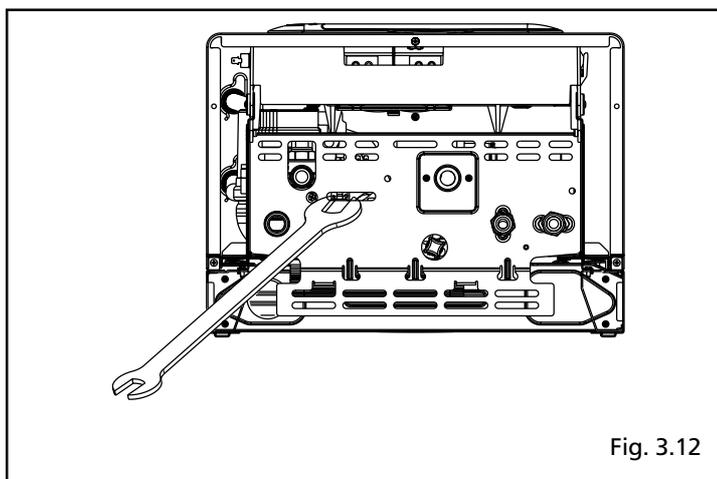

Fig. 3.12
- allentare la valvola di scarico caldaia (**D**) attraverso l'apertura posta sul fondo della caldaia (fig. 3.12)